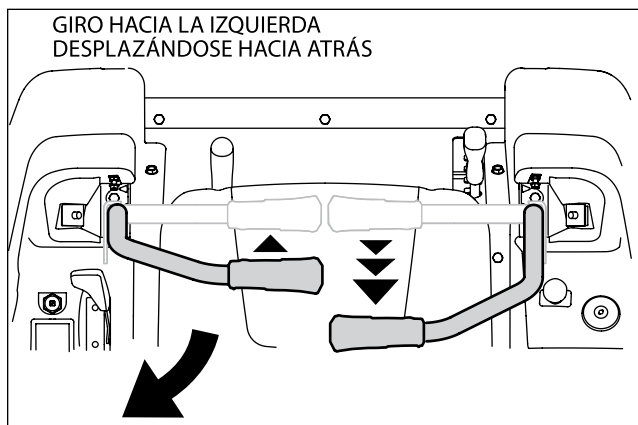

Figura 5-7
- Para girar a la izquierda mientras se desplaza marcha atrás, mueva la palanca de control del lado izquierdo hacia adelante respecto de la palanca derecha. Vea la Figura 5-7.